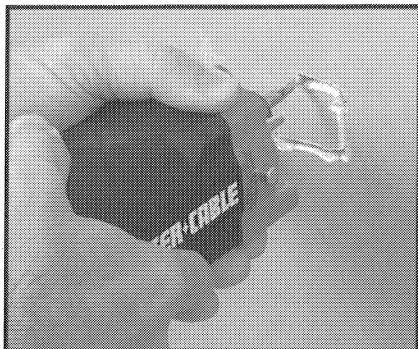

Fig. 6
7. Usando la caja de salida como una plantilla (patrón), avance el Cortador en el sentido contrario a las manecillas del reloj, manteniendo un poco de presión contra el lado de la caja de salida, para hacer el recorte (vea Figs. 6 – 9).